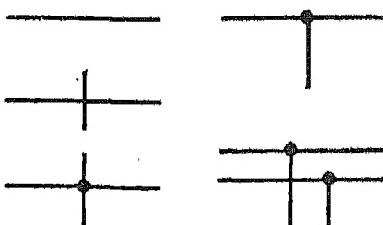

Fig. 20. — Voici quelques symboles graphiques utilisés par les électriciens dans leurs plans d'installations. D'ordre, de haut en bas :
4. Apprenez à lire les schémas utilisés par les électriciens dans leurs projets d'installation (fig. 20).